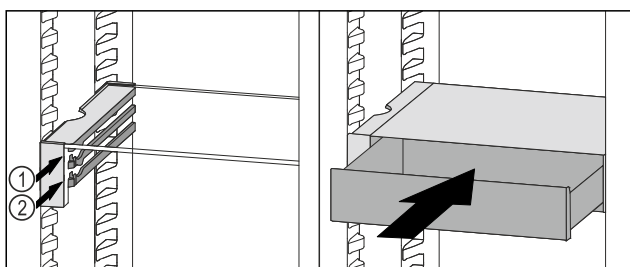

Fig. 186
- VarioSafe-lade achter de stoppers op de gewenste rib Fig. 186 (1) of Fig. 186 (2) plaatsen.